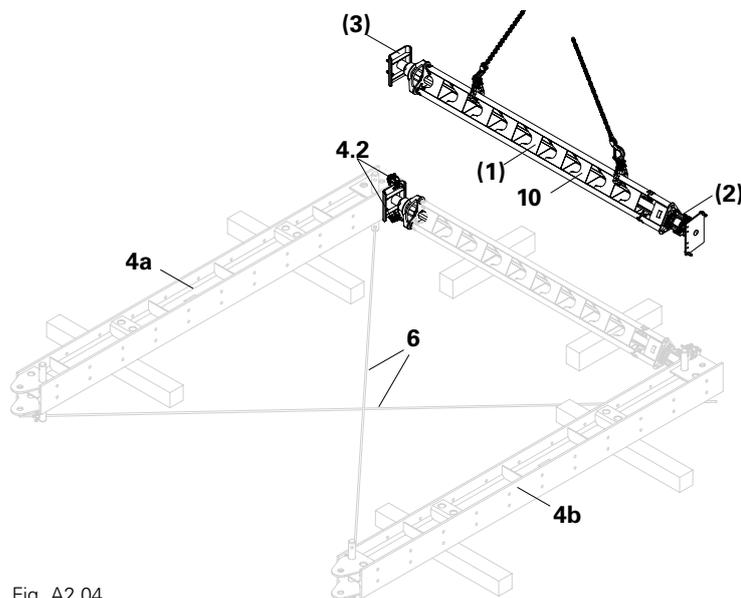

Fig. A2.04
1. Soulever les étais HD (10) avec le vérin de tête HDK 45 (2) rentré entre les sablières HDT. (Fig. A2.04)